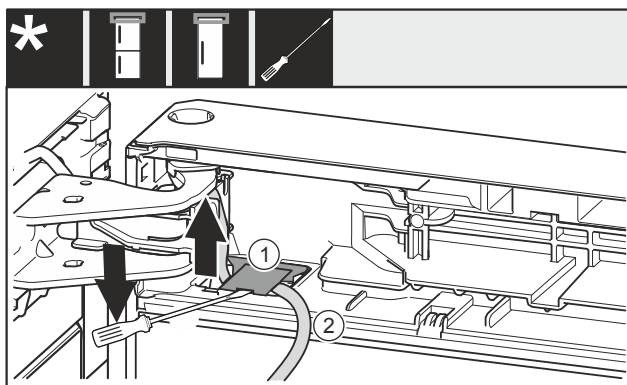

Fig. 26
- ▶ Paceliet ar plakano skrūvgriezi pārsegu Fig. 26 (1) un izvelciet.
- ▶ Izvelciet kabeli Fig. 26 (2).